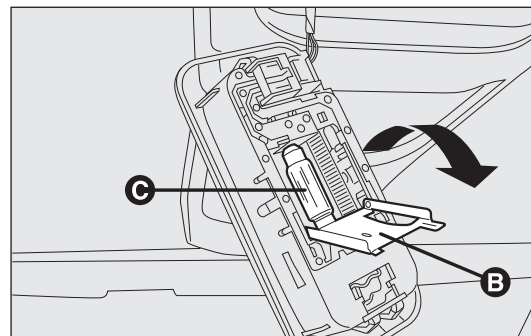

fig. 176
- ☐ abra la tapa de protección B-fig. 176;